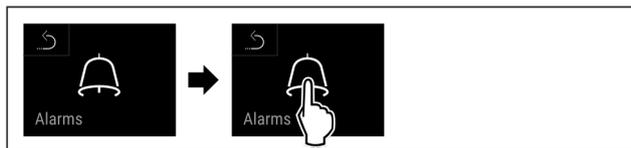

Fig. 150
- u Handlungsschritte (siehe Fig. 150) durchführen.